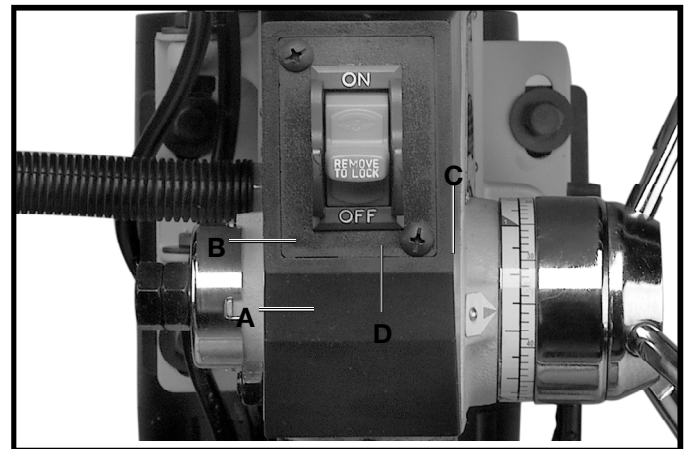

Fig. 31
2. Inserte la broca (A) Fig. 31 dentro del mandrino (B) lo suficientemente lejos como para obtener la **tracción** máxima de las tres mandíbulas del mandrino contra la espiga de la broca. Con las brocas pequeñas, **no** inserte la broca a tal profundidad que las mandíbulas del mandrino hagan contacto con las acanaladuras (ranuras espirales) de la broca.
3. Asegúrese que la broca (A) Fig. 31 esté centrada dentro del mandrino (B) antes de apretar el mandrino con la llave (C).
4. Gire la llave del mandrino (C) Fig. 31 en el sentido de las manecillas del reloj para apretar las mandíbulas del mandrino, y en el sentido contrario para aflojarlas.
6. **ASEGURESE** que la llave del mandrino (C) Fig. 31 haya sido quitada del mandrino antes de arrancar la taladradora. Su llave de mandrino (C) está equipada con un pasador autoexpulsador (D) que elimina el riesgo de olvidar que la llave se encuentra aún en el mandrino.